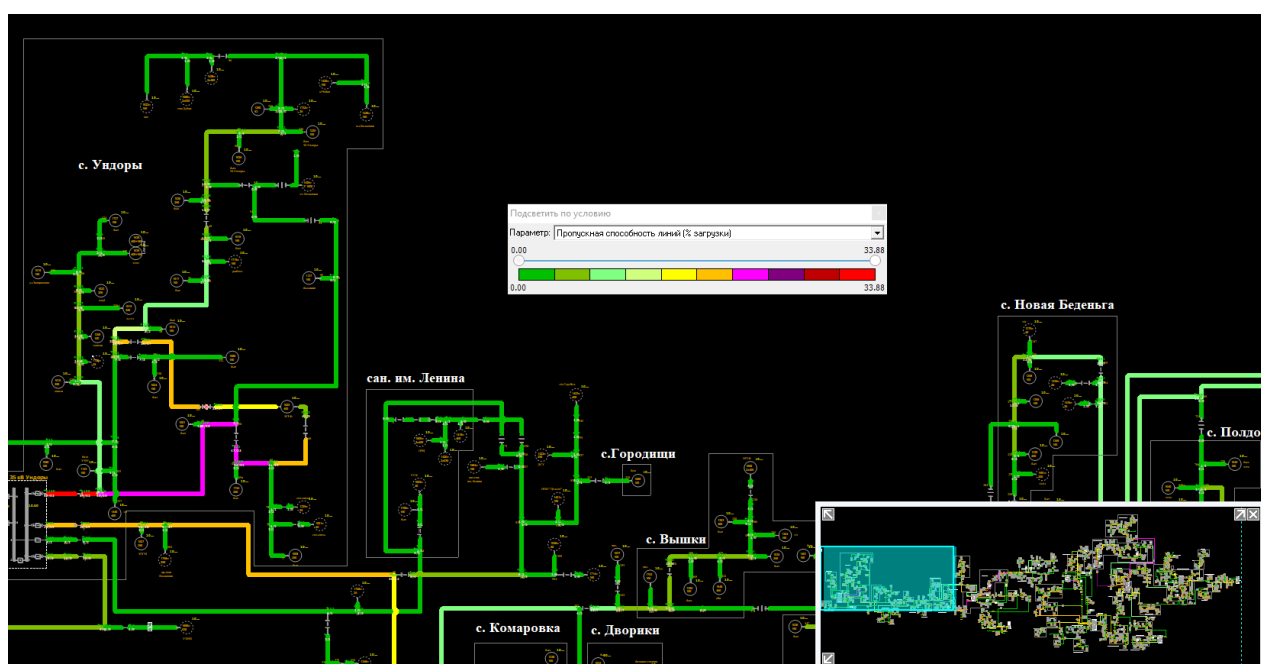

Рисунок 72 – Подсветка линий по пропускной способности.
- Подсветка линии по пропускной способности (рисунок 72)